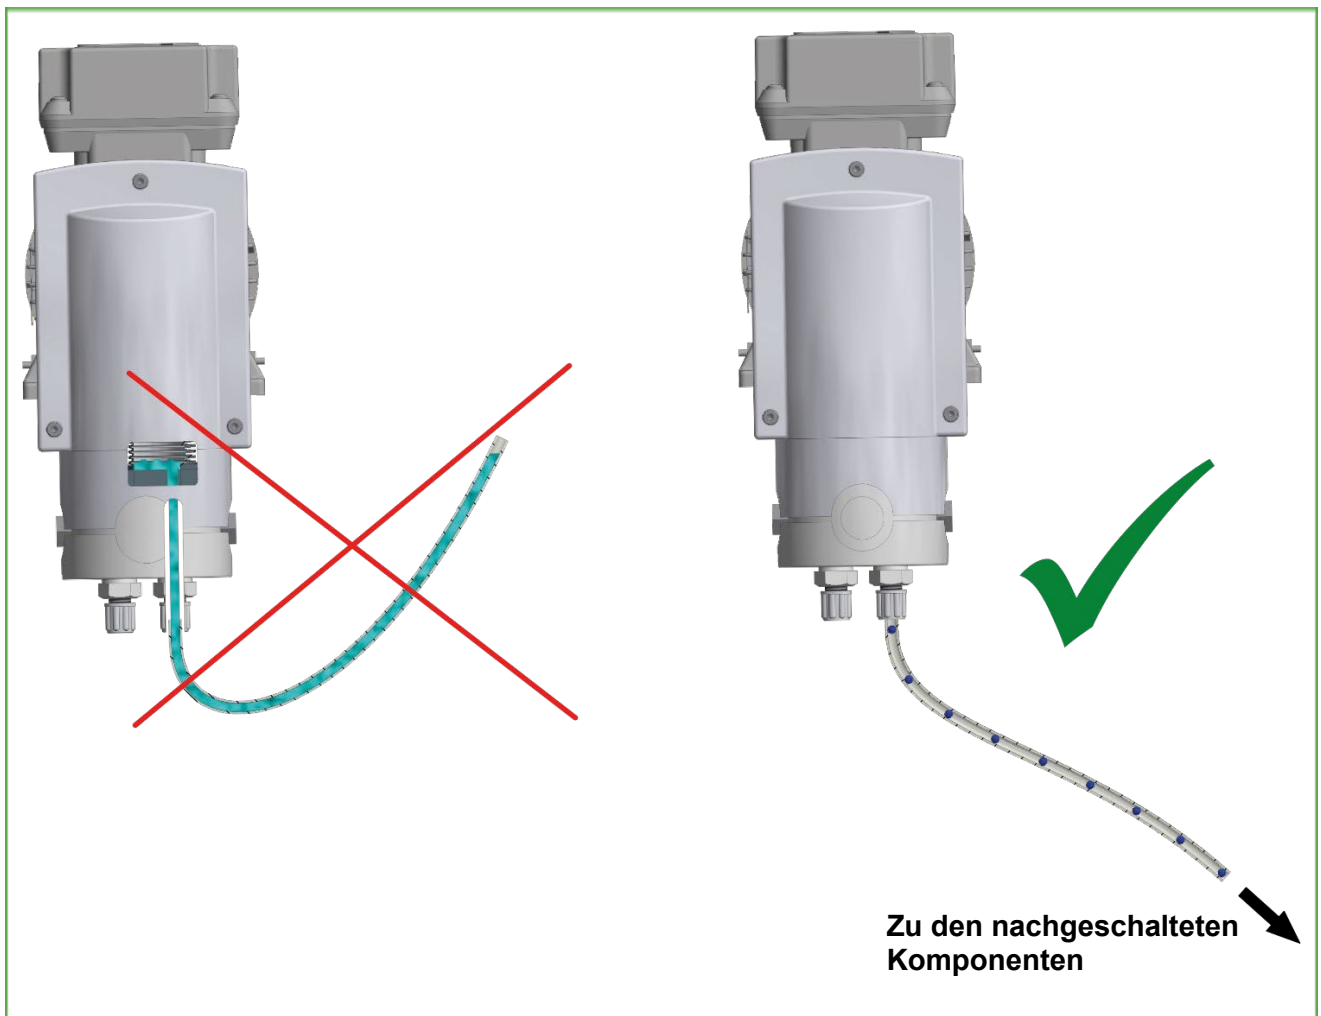

Abbildung 7 Gedrehter Pumpenkopf: Ausgangsschlauch mit Gefälle verlegen
- Montieren Sie die Pumpe an der höchsten Stelle im System. Ist dies nicht möglich, dann verlegen Sie den Ausgangsschlauch mit Gefälle von der Pumpe weg (siehe Abbildung 7).